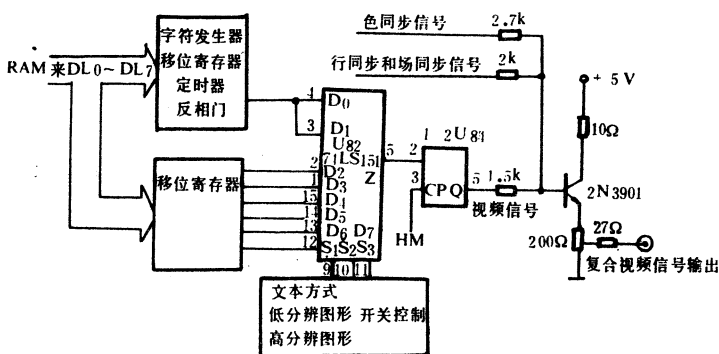

图 1-14 视频发生器电路
3. 视频发生器电路故障所致(如图 1-14 所示)。在文本或图形显示方式下,屏幕显示区的数据由 DL0~DL7 送往视频发生器,由 U82(74LS151)作为多路选择开关进行控制。如果 U82 发生故障,通过开关电路送往显示器的复合视频信号产生混乱,也会引起屏幕显示信息的混乱: